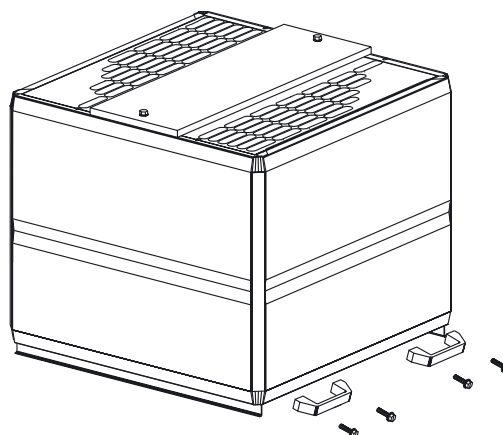

Рис. 6
2. Для вентиляторов типоразмера 5, 6, 7 в поставку входят ручки, с помощью которых можно легко оторвать вентилятор. Прикрепите эти ручки к нижней части кожуха. Рис. 6.